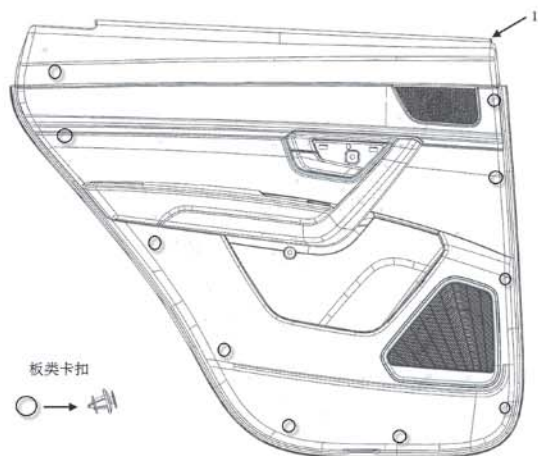

图 9-1-3 左后门护板卡扣位置示意图
- (3) 如图 9-1-3，用手掰上本体前端，如箭头 1 处，将门护板上本体与水切分离，然后用缠